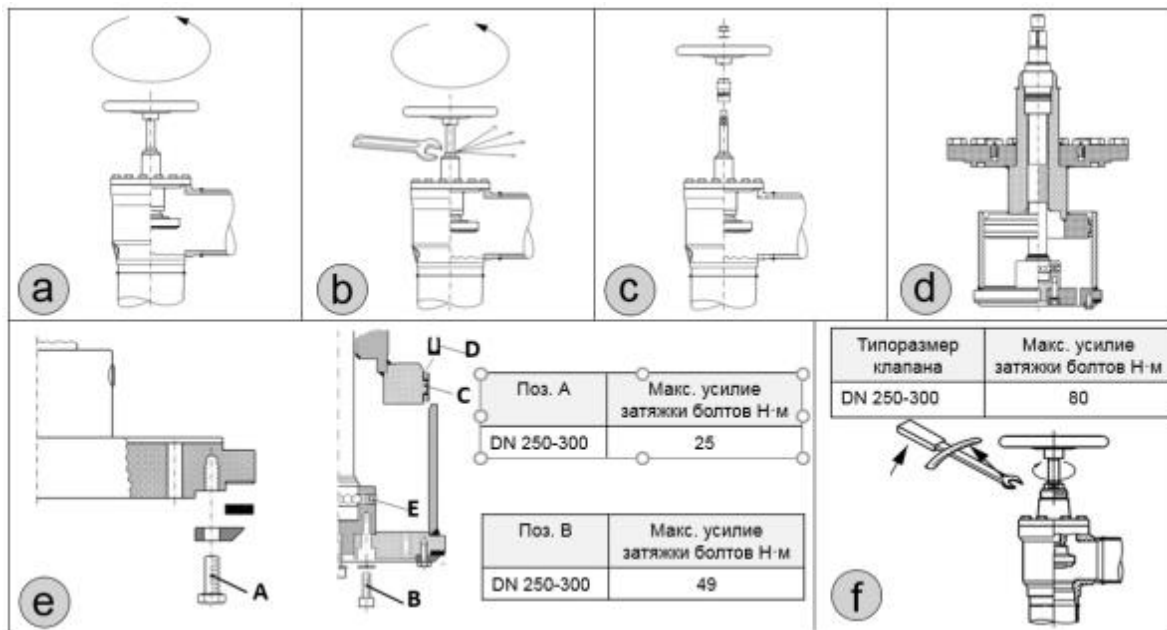

Рис. 6 Техническое обслуживание
- Для начала необходимо вывернуть шток запорного органа до полного открытия клапана (рис. 6а).
- В некоторых случаях за сальником может возникнуть избыточное давление. Для выравнивания (сброса) давления необходимо закрепить шток запорного органа (маховик) в неподвижном состоянии и медленно откручивать сальниковое уплотнение при помощи ключа (рис. 6б)
- После сброса давления можно снять маховик (если он имеется) и сальник (рис. 6с).
Затяните сальник при помощи динамометрического ключа до значений, указанных в таблице (рис. 6ф).
Тефлоновое кольцевое уплотнение можно снять, открутив болт (поз. А, рис. 6е). Если тефлоновое уплотнение имеет незначительные повреждения, его можно перевернуть и использовать обратную часть его поверхности. В случае, если кольцевое уплотнение деформировано или имеет глубокие повреждения (более 1 мм.) его необходимо заменить полностью. При установки тефлоновое уплотнение болт «поз. А» необходимо затягивать динамометрическим ключом с усилием затяжки,
Замена U-образного уплотнения или шариков конуса (рис. 6 е)
Перед сборкой клапана удалите из корпуса грязь. Убедитесь, что уплотнительные кольца не повреждены. Перед тем как установить запорную часть клапана в корпус, необходимо полностью выкрутить шток (рис.6, а), т.е. после сборки клапан SVA будет полностью открыт.